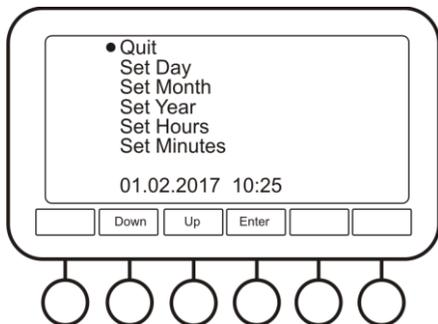

Рисунок 5. Установка времени и даты
5.9.2. **Дата и время (Date & Time, рис. 5).** Для установки даты и времени, нажмите кнопку **Enter** для выбора изменяемого параметра, затем кнопки **Up** и **Down** для изменения значений и кнопку **Enter** для подтверждения изменений.